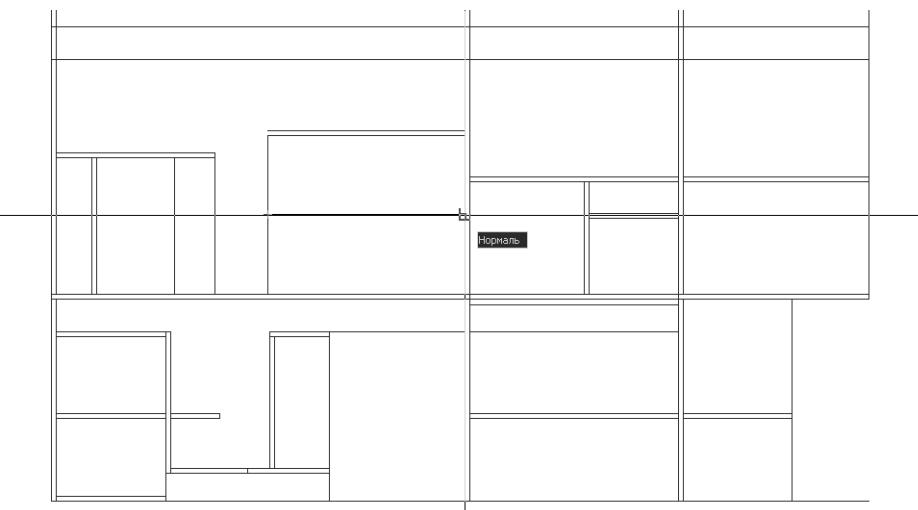

Рис. 8.18 ▼ Создание контура средней полки рабочего места старшеклассника
- С линиями** (Line), создайте вспомогательную линию, разделяющую полки на две части между средней полкой и столешницей (рис. 8.18).